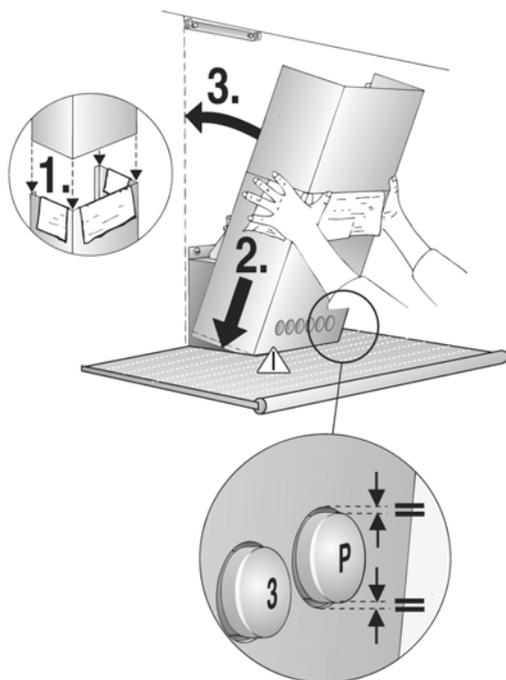

Рис. 11
14. Осторожно выдвиньте верхнюю секцию вытяжной трубы вверх и с боков привинтите двумя винтами к уголку (рис. 11).